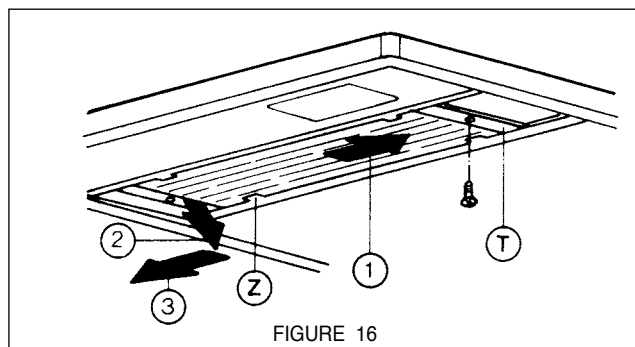

FIGURE 16
Pour remplacer la lumière fluorescente comme il est indiqué à la FIGURE 16, enlever les attaches de diffuseur (T) aux deux extrémités du diffuseur en verre. Prudemment glisser le diffuseur en verre complètement vers la droite. Abaisser le côté gauche du verre sous le rebord (Z), enlever le verre en le glissant de nouveau vers la gauche. Replacer le diffuseur en verre en inversant la marche à suivre.